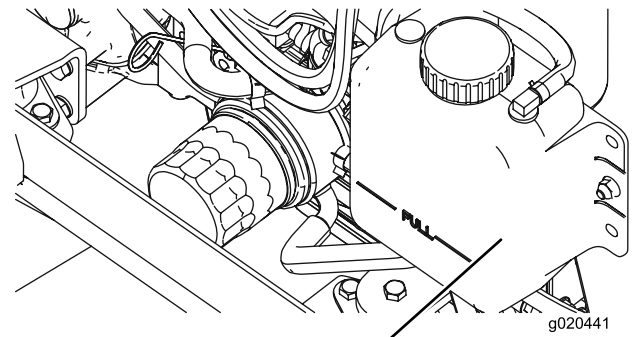

Figura 64
1. Retire cuidadosamente el tapón del radiador y el tapón del depósito de expansión (Figura 64).